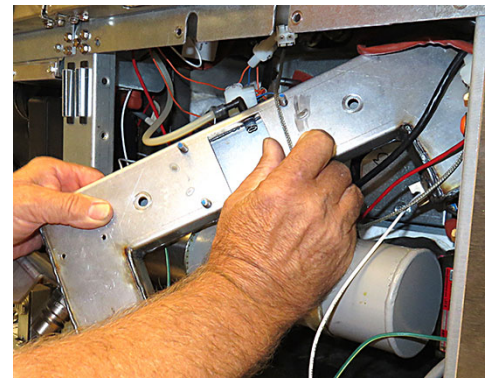

図 51
60. ステップ 27 で取り外したプレナムを再取り付けします (図 51 を参照) .